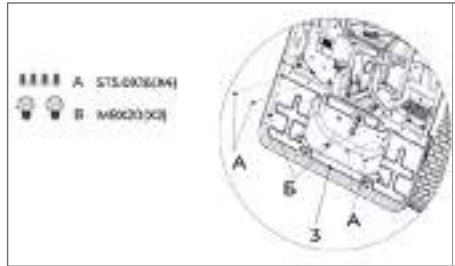

Рис. 8
6.7 Установка компонента П заднего экрана (рис. 8)